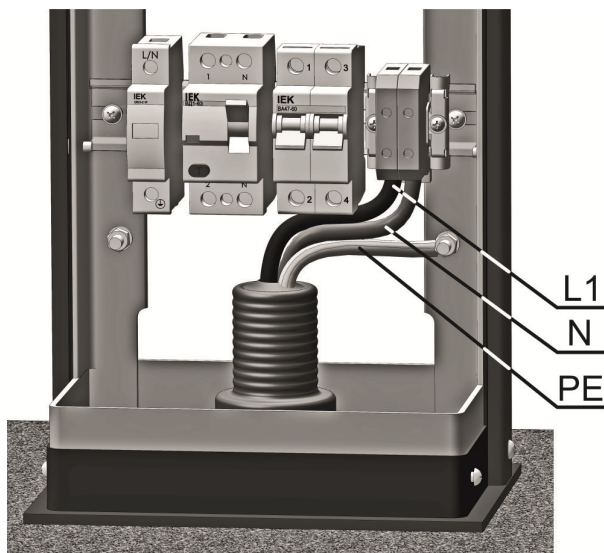

Рисунок 8 – Внутренние подключения
- наконечник закрепить на резьбовой шпильке М6 (см. рис. 8) с помощью гайки, плоской и гроверной шайб. Гайка и шайбы находятся на шпильке. Усилие затяжки гайки должно быть в пределах от 3 до 4 Нм;